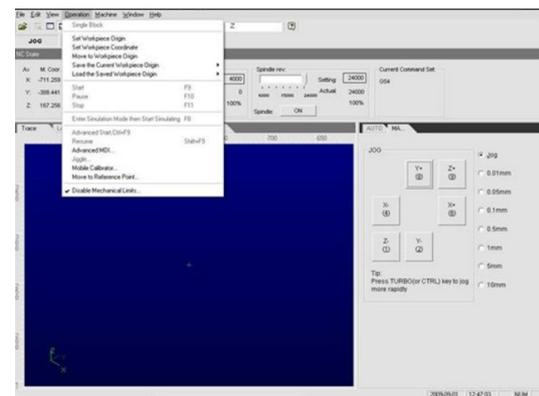

Рис. 2
Некоторым пунктам раскрывающихся меню сопоставлены клавиши быстрого вызова, например, клавиша F9 соответствует команде «Пуск (S)» меню Operation (рис. 2), т.е. нажатие этой клавиши приведет к непосредственному выполнению соответствующей команды.